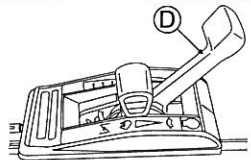

Abb. 4.
- 5 Passen Sie die Geschwindigkeit mithilfe des Ganghebels (D) an. (Siehe Abb. 4.) Stellen Sie die Fahrgeschwindigkeit ein, wie sie es entsprechend des Zustands des Rasens, des Terrains oder des Tempos möchten, das derjenige hat, der das Gerät bedient.